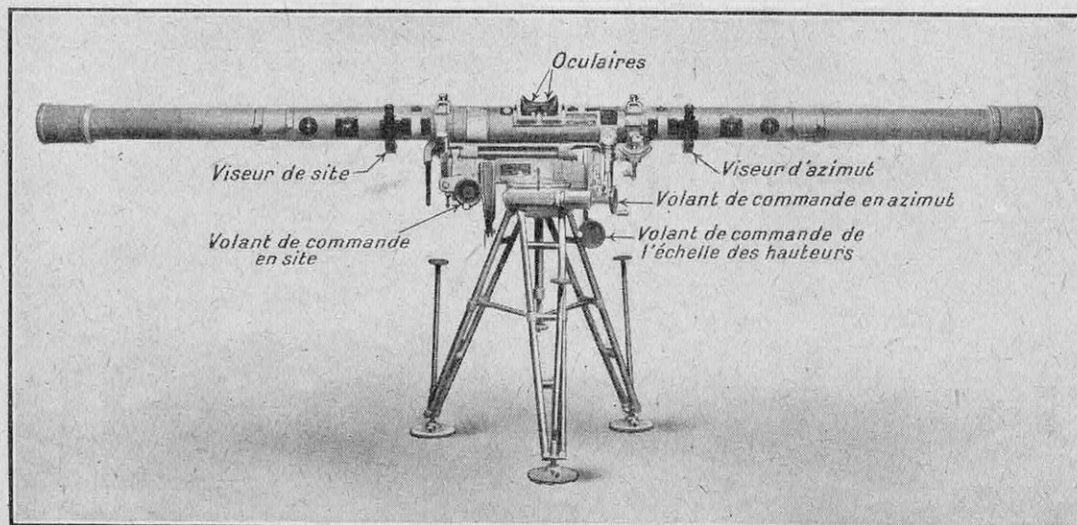

FIG. 15. — TÉLÉMÈTRE STÉRÉOSCOPIQUE DE 4 MÈTRES DE BASE POUR TIR ANTIAÉRIEN
(1) Ce télémètre, de fabrication française, est reproduit sur la figure 15.